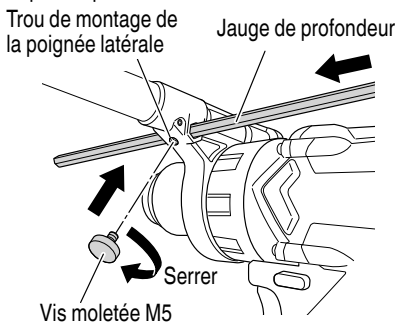

Fig. 24
18. Utilisation de la jauge de profondeur (vendue séparément) (Fig. 24)